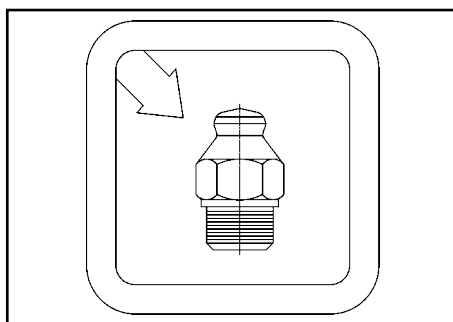

Figura 44
- Utilizar graxa nº 2, as graxeiras estão indicadas com adesivos no implemento (Figura 44).